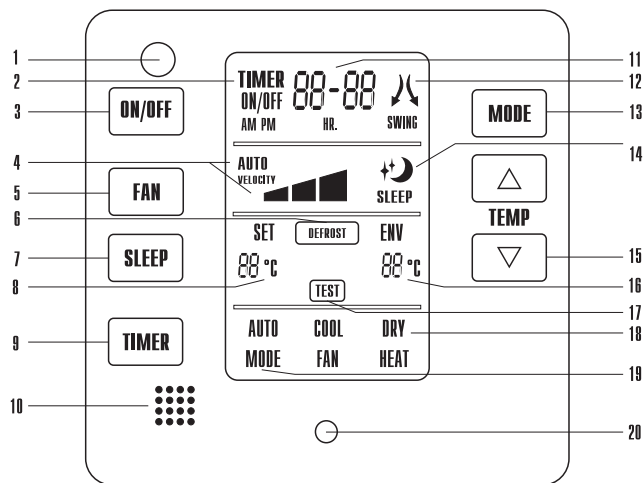

Рисунок 5.1– Проводной пульт управления
### 5.1 Проводной пульт управления (рис.5.1)
- Для включения кондиционера (см. рис. 5.1) необходимо нажать кнопку ON/OFF (поз.3), на панели проводного пульта управления загорится световой индикатор электропитания (поз.20).